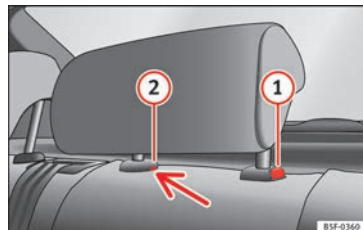

Abb. 146 Hintere Kopfstütze in der Mitte: Entriegelungsstelle.
- Zum Einstellen der Kopfstütze auf eine niedrigere Höhe die Taste ① » Abb. 146 und diese nach unten schieben.
- Drücken Sie die Taste ① » Abb. 146, und gleichzeitig mit einem Schlitzschraubendreher (Breite max. 5 mm) in die Öffnung der Verriegelung ② » Abb. 146 und ziehen Sie die Kopfstütze heraus.